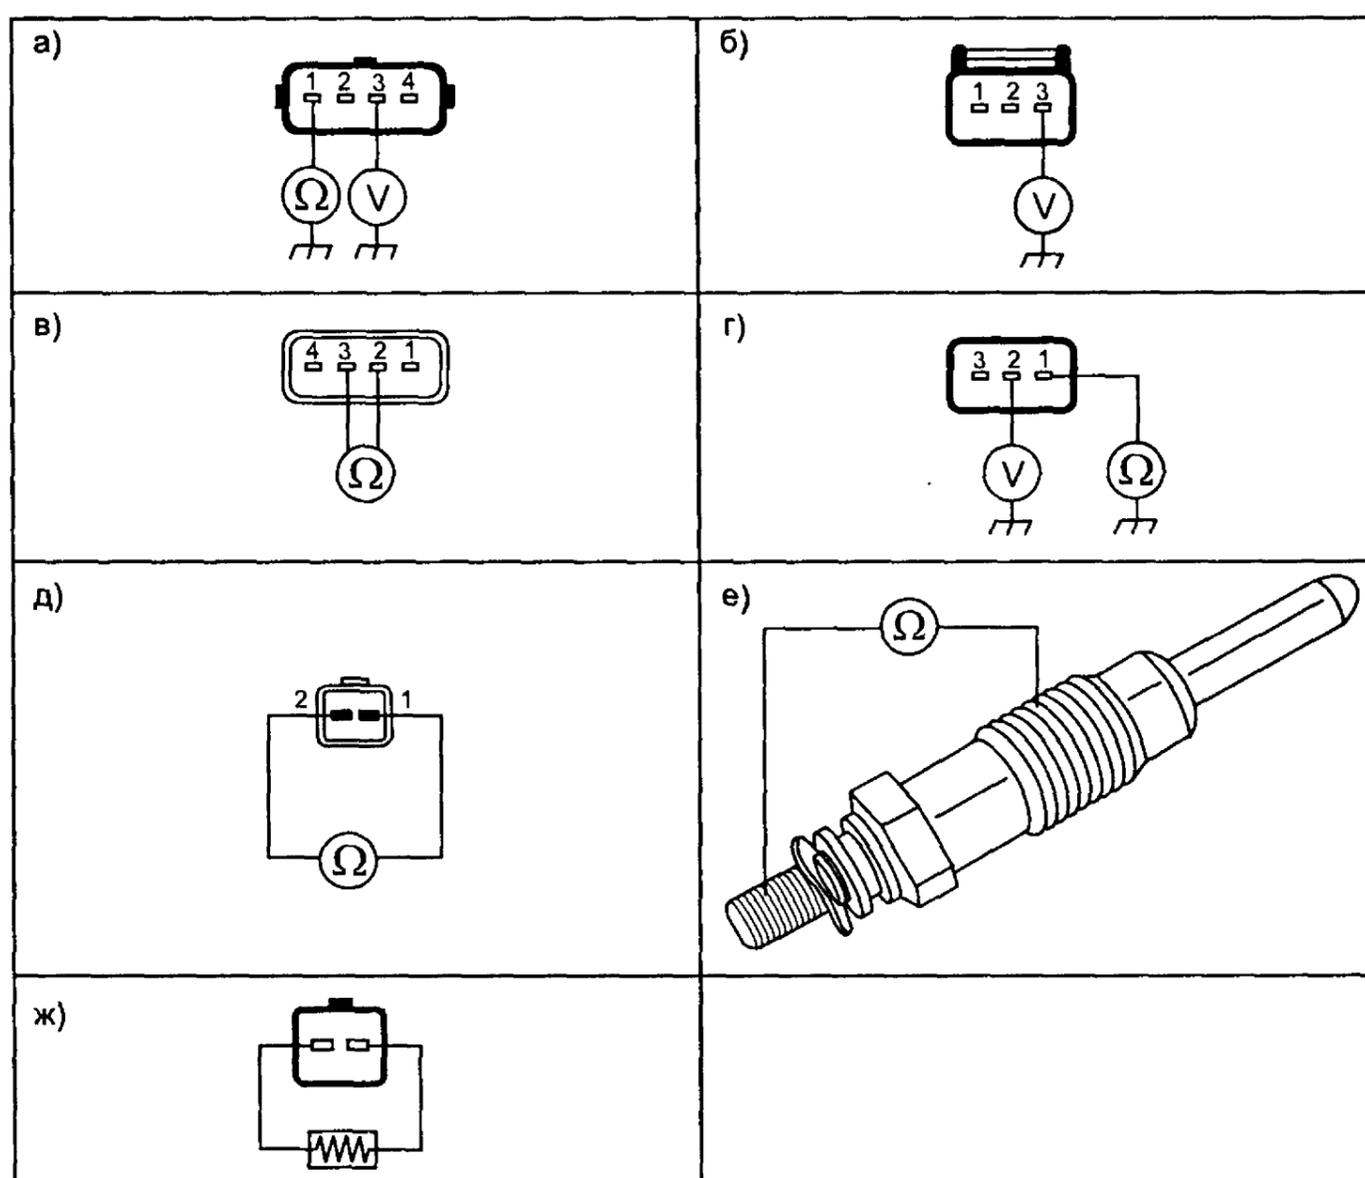

Рис. 1.8.6. Впускная система
Датчик MAP нужен для измерения абсолютного давления (относительно вакуума) во впускном коллекторе, чтобы точно определить массу впускаемого воздуха. Его можно проверить в следующей последовательности (см. рис. 1.8.6а и схему на рис. 1.8.1):
Датчик BARO нужен для измерения атмосферного давления, чтобы при его изменении откорректировать цикловую подачу топлива. Проверить его можно в следующей последовательности (см. рис. 1.8.6г и схему на рис. 1.8.1):
Датчик IAT встроен в корпус датчика MAP. Для его проверки необходимо отсоединить разъем датчика IAT-MAP и, изменяя температуру воздуха, проверить изменение сопротивления датчика IAT (см. рис. 1.8.6в и табл. 1.8.5).
Датчик MAF позволяет точно измерить массу поступающего на впуск воздуха, для правильной оценки необходимой цикловой подачи топлива. Для его проверки выполняют следующие операции (см. рис. 1.8.6б и схему на рис. 1.8.1):
- измеряют сопротивление обмотки клапана, его величина равна 28 Ом (см. рис. 1.8.6д);
- выкручивают свечи накаливания из ГБЦ и проверяют их внутреннее сопротивление (см. рис. 1.8.6д) — около 0,8 Ом;
- устанавливают свечи на место, отсоединяют разъем датчика ECT и, имитируя низкую температуру, между контактами 1 и 2 разъема включают резистор сопротивлением 6 кОм (см. рис. 1.8.6ж);